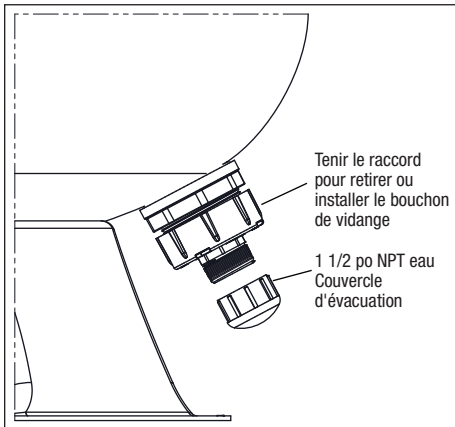

Figure 7. Bouchon de vidange d'eau
13. Raccorder les tuyaux à l'aide des raccords fournis avec le filtre. *Ne pas utiliser de ruban Teflon® ou de pâte à joint sur les raccords. Assembler les raccords à sec et serrer à la main. Voir la Figure 7.*
14. Toute tuyauterie dotée d'un robinet à tournant sphérique pouvant être raccordée au drain d'eau au fond du réservoir du filtre doit être amovible pour faciliter le retrait ultérieur des composants du drain afin de laisser de l'espace pour l'évacuation du sable du filtre. Voir la figure 7 pour l'emplacement du bouchon de vidange d'eau.